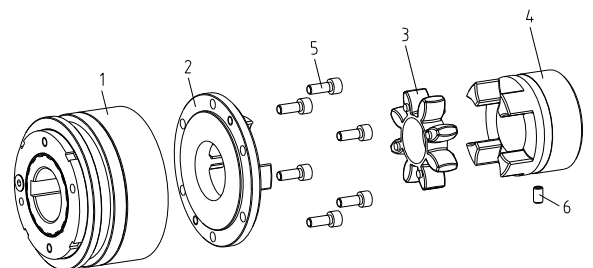

Bild 10: KTR-SI mit drehelastischer ROTEX®-Kupplung
- Bei den Größen 5 bis 7 wird eine zusätzliche Passfeder zwischen Bauteil 1 und 2 (siehe Bild 10) vorgesehen.